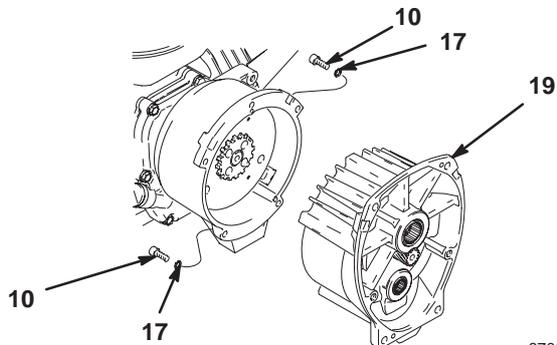
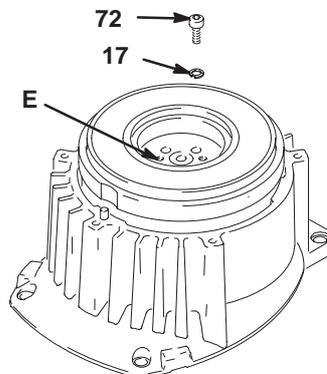
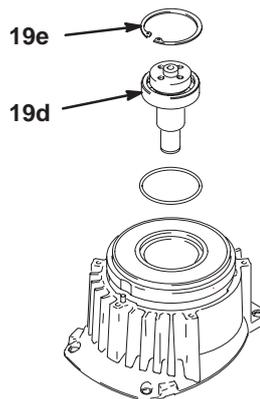

Fig. 5 8700A
Fig. 6 8701B
Fig. 7 8703B
4. Fig. 5. Saque los cinco tornillos (10) y las arandelas de seguridad (17) y el conjunto del piñón (19).
5. Fig. 6. Coloque el conjunto del piñón (19) en el banco, con el lado del rotor hacia arriba.
6. Retire los cuatro tornillos (72) y las arandelas de seguridad (17). Coloque dos tornillos en los orificios roscados (E) del rotor. Apriete, alternativamente, los tornillos hasta que salga el rotor.
7. Fig. 7. Saque el anillo de retención (19e).
5. Instale los cuatro tornillos (16) y las arandelas de seguridad (17) y apriételas a un par de 14,1 N.m.
6. Fig. 7. Golpee ligeramente el eje del piñón (A) con el martillo de plástico para introducirlo.
7. Instale el anillo de retención (Z) con el lado biselado dirigido hacia el inductor (Y).
8. Fig. 6. Coloque el conjunto del piñón en el banco con el lado del rotor hacia arriba.
9. Aplique locktite a los tornillos. Instale los cuatro tornillos (16) y las arandelas de seguridad (17). Apriete, alternativamente, los tornillos a un par de 14,1 N.m hasta que el rotor esté firmemente colocado. Utilice los orificios roscados para sujetar el rotor.
10. Fig. 5. Instale el conjunto del piñón (19) con los cinco tornillos (10) y las arandelas de seguridad (17).
11. Fig. 5. Enchufe el cable del inductor (X) al control de presión.